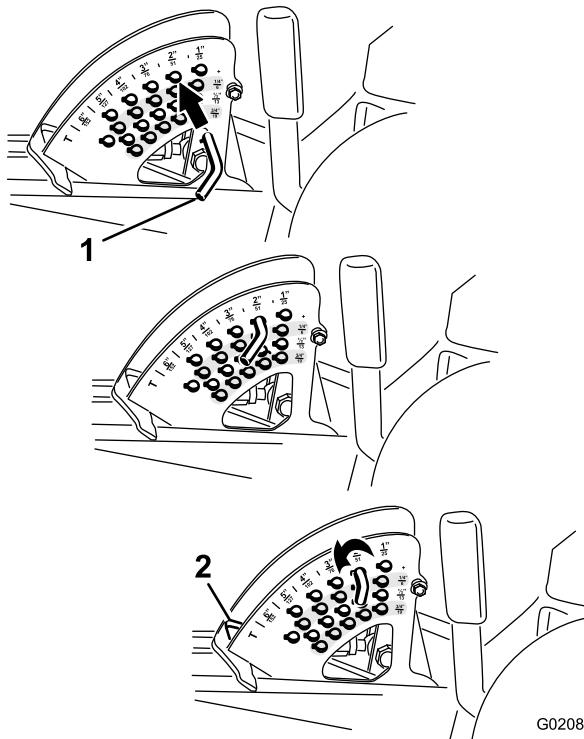

図 43
- 刈高を調整するには、ストップピンについているロールピンを回してピンと刈高設定穴のスロットとが整列したところでピンを抜き取る図 43。
- 刈高ブラケットについている穴から、希望する刈高に対応する穴を見つけ、その穴にピンを通してロックする図 43。
注 穴は全部で4列あります図 43。外周側の列は、外周部に刻印されている通りの刈高の穴です。2列目の穴は、それぞれ 1 列目プラス 6mm の刈り高となります。3 列目の穴は、それぞれ 1 列目プラス 12mm の刈り高となります。一番下の列の穴は、それぞれ 3 列目プラス 18mm の刈り高となります。刈高 158mm だけは例外で、2 列目のはずれにあります。この穴にセットすると刈高 158mm となります 6mm アップにはなりません。